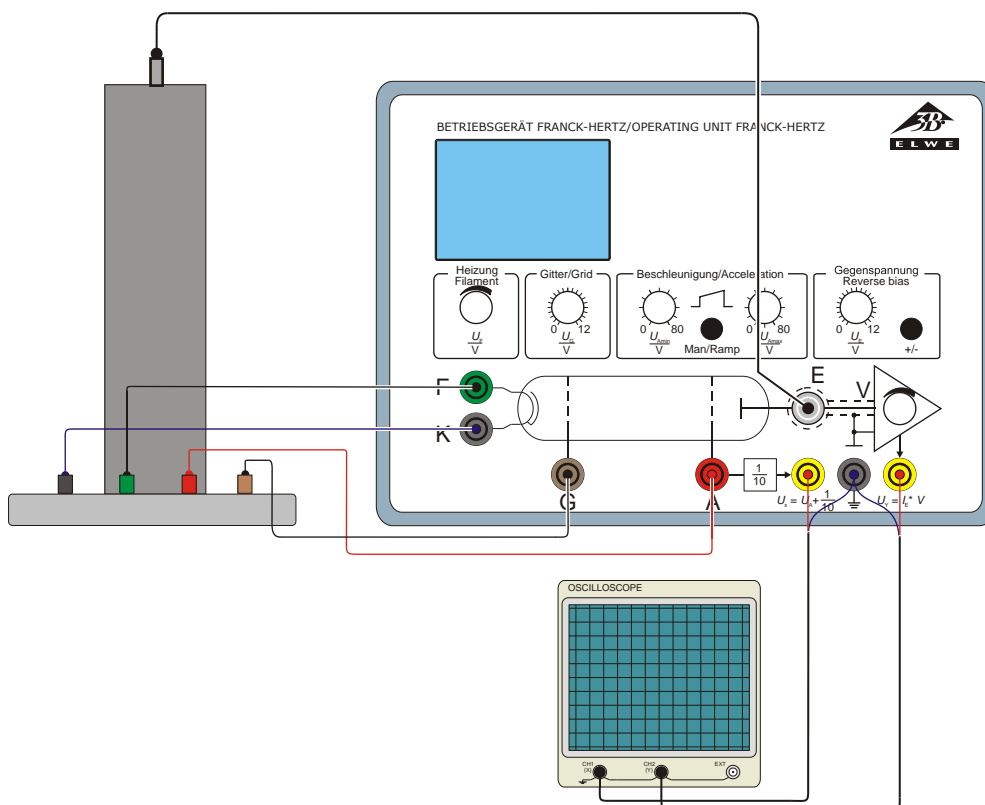

Fig. 2 Montaje de experimentación, tubo de Franck-Hertz con Ne
- Se realiza el cableado según la Fig. 2.